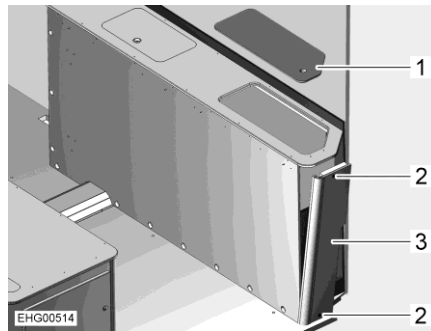

Fig. 117 Armazón de la cama a la derecha
- Retirar la tapa de servicio (Fig. 117,1).
- Desenroscar los 2 tornillos (Fig. 117,2).
- Meter la mano en el armazón de la cama desde arriba y empujar la pared lateral (Fig. 117,3) ligeramente hacia fuera.